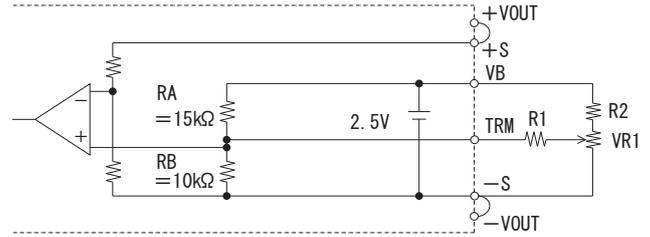

図 3.6 出力電圧制御回路
(1) 外付け抵抗による出力電圧可変
- ボリューム（VR1）と抵抗（R1, R2）を図 3.6 のように接続することで、出力電圧を可変できます。